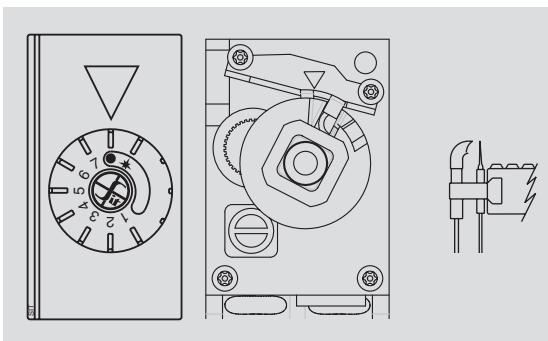

Fig. 1 POSIZIONE OFF CON MANOPOLA IN OTTONE
Partendo dalla posizione OFF ● (Fig. 1), premere e contemporaneamente ruotare la manopola fino all'arresto in posizione pilota ⚡ (Fig. 2). Premere a fondo la manopola ed accendere la fiamma pilota (Fig. 2). Mantenere la manopola premuta a fondo per alcuni secondi. Rilasciare la manopola e verificare che la fiamma pilota rimanga accesa (Fig. 3). In caso di spegnimento, ripetere le operazioni di accensione.
Ruotare la manopola in posizione Off ●, fino a sentire lo scatto di arresto (Fig. 1).
**ATTENZIONE:** nella versione con manopola in ottone, il costruttore dell'apparecchio deve garantire il corretto posizionamento delle simbologie, definite dalla normativa EN 1106:2001 § 6.4.1, sulla manopola da lui abbinata, come da Fig. 1, 2, 4 e 5. Tali simbologie devono risultare in accordo alla normativa EN 13611: 2000 § 7.8.6